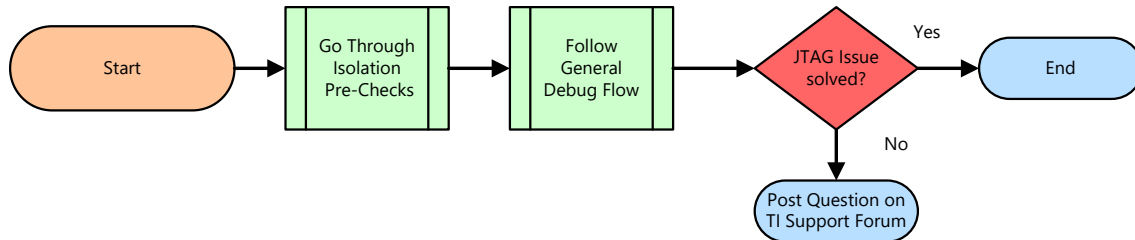
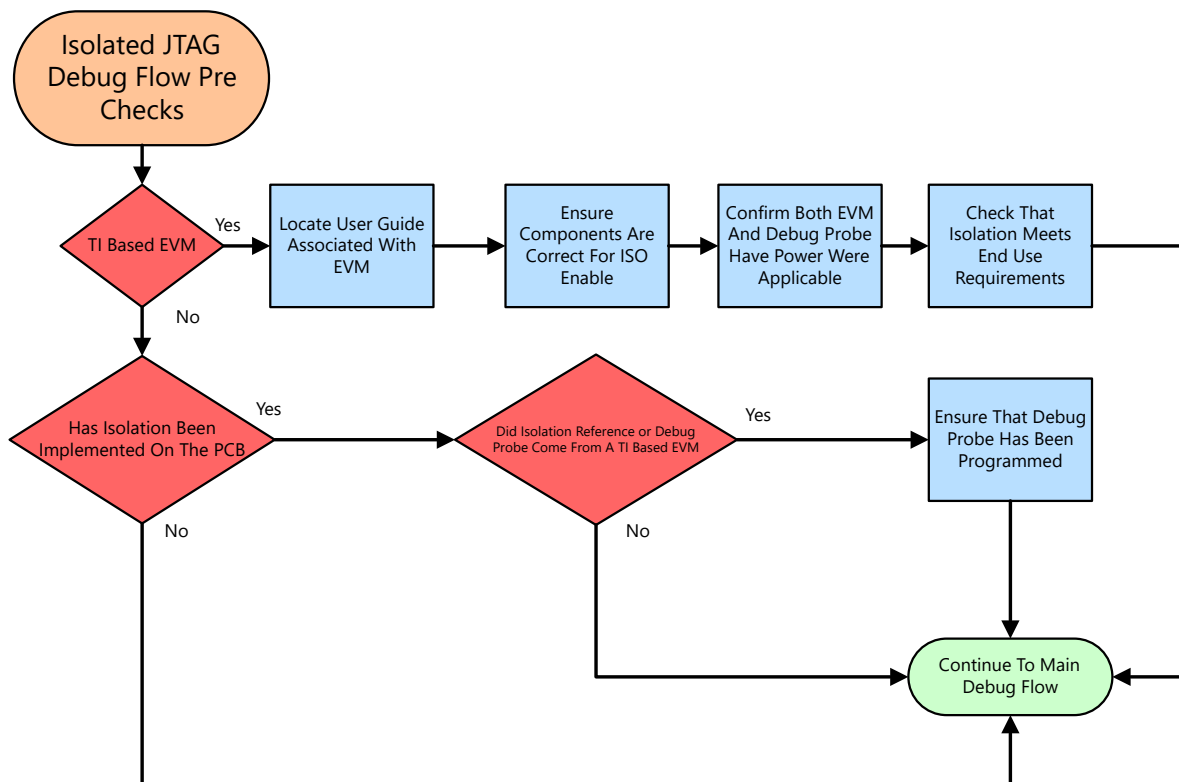
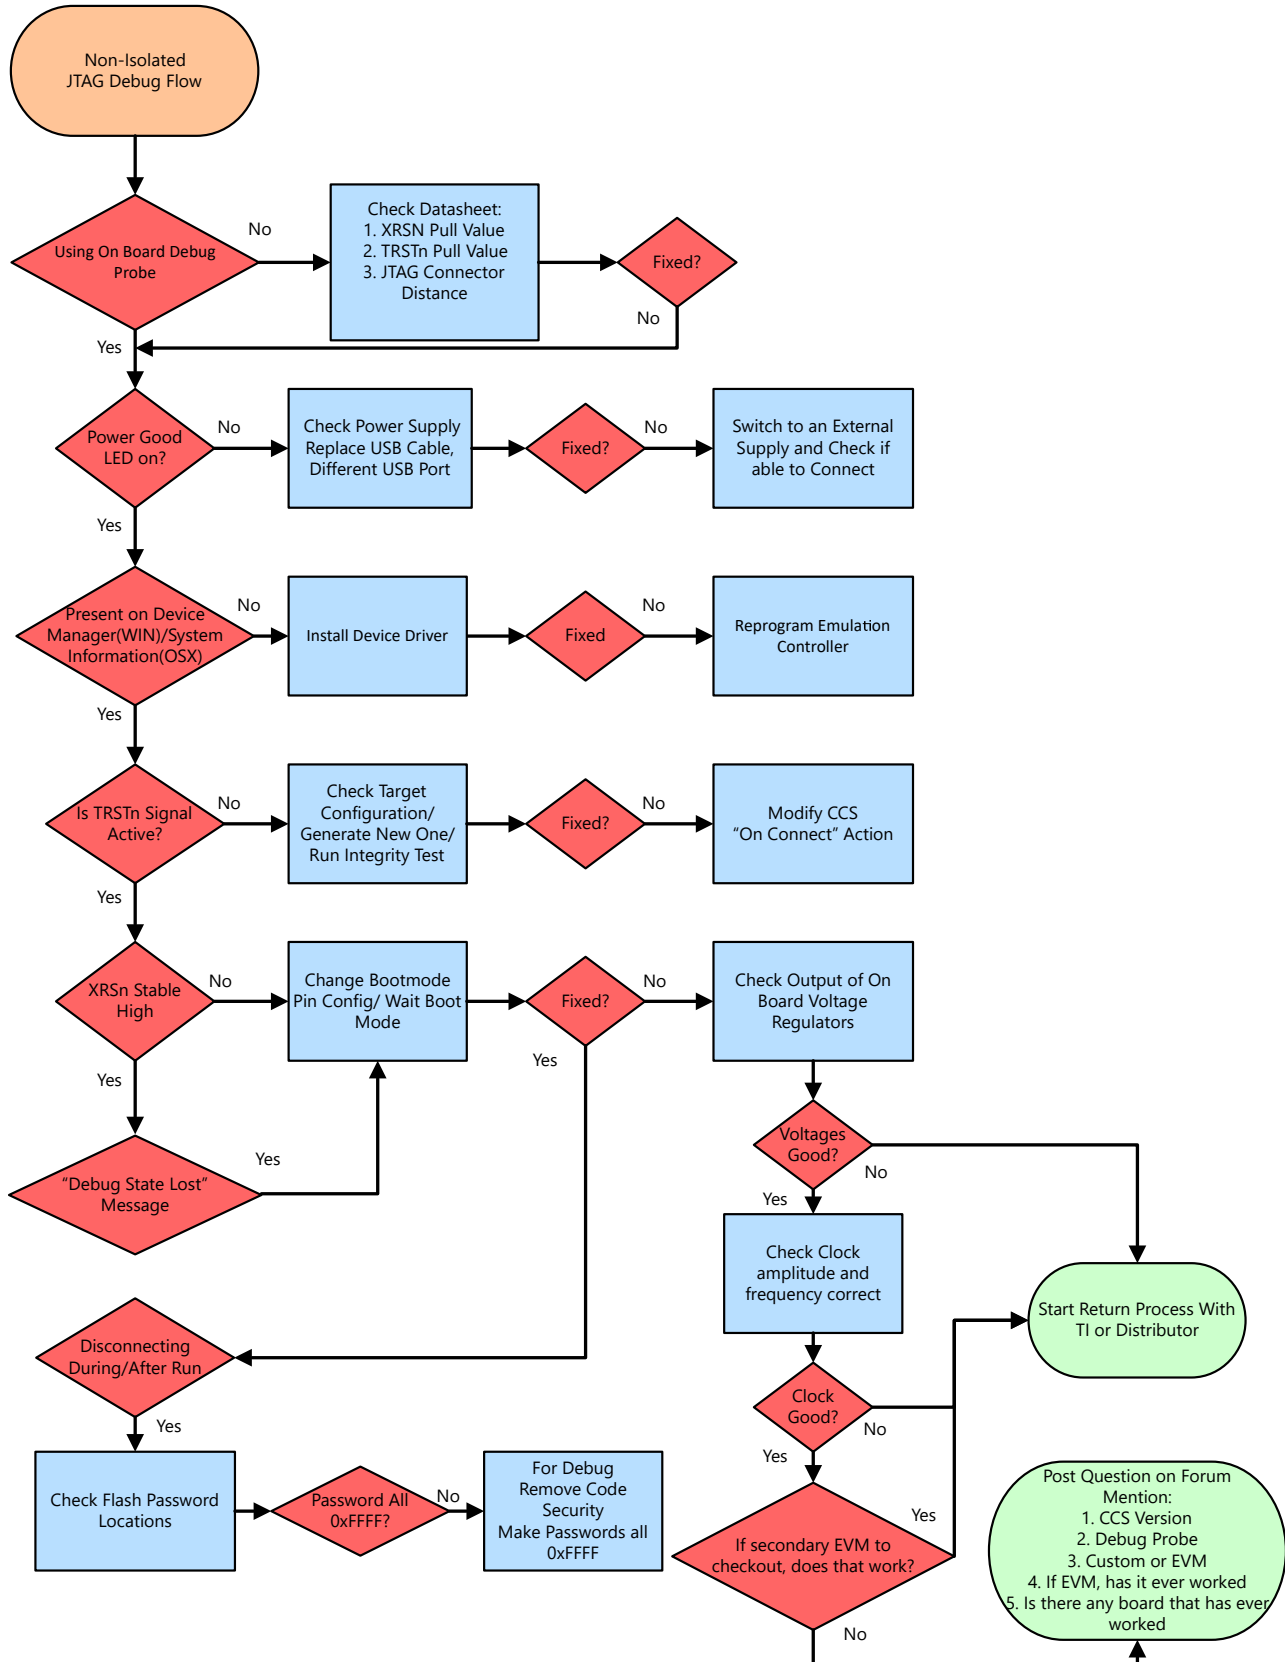

图 8-1. 整体调试流程
图 8-2. JTAG 隔离预检查
图 8-3. JTAG 调试流程
1. 查看图 8-1 中的步骤，并首先浏览高压隔离流程。即使隔离不是主要问题，这也很重要，因为隔离可能会影响 PCB 的仿真方面。
许多 C2000 应用本质上都是大功率应用。因此，在调试时，应将目标板的电源平面与主机隔离。许多 TI 制造的电路板都具有隔离仿真，或可以使用板载选项来实现它。图 8-2 显示了用于帮助确定是否存在隔离式 JTAG 的流程图，如果存在，则对这些系统中的常见问题进行故障排除。另外还有独立的调试探针也提供隔离；此流程与这些探针无关。
从整体调试流程 (图 8-1) 开始, 确定是否需要高压隔离检查流程 (图 8-2)。完成后, 逐步完成主 JTAG 调试流程 (图 8-3)。